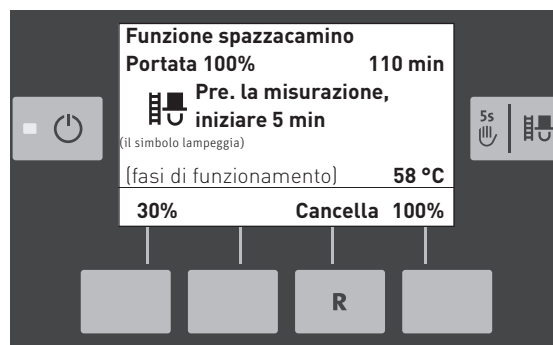

Fig. 15
- Der Kessel wird für die Messung vorbereitet – Fig. 15. La temperatura della caldaia viene regolata a circa 60 °C per 120 minuti.